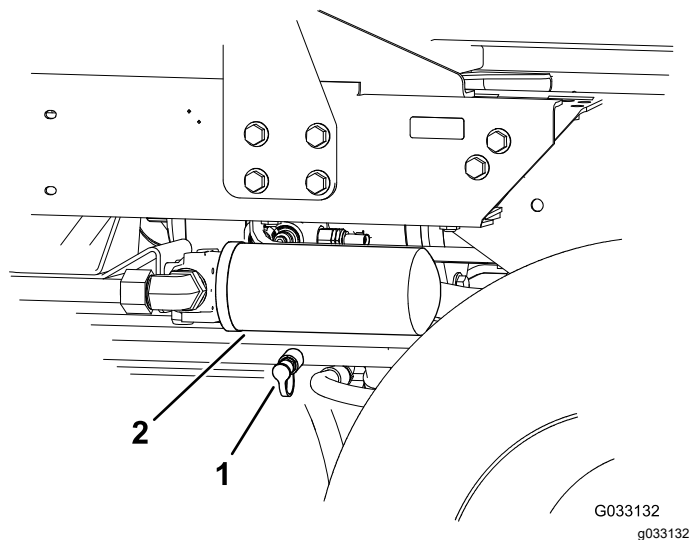

図 76
2. 後部走行マニホールドに取り付けた故障診断用フィッティングと後退走行油圧テストポートとを油圧ホースでつなぐ 図 76。